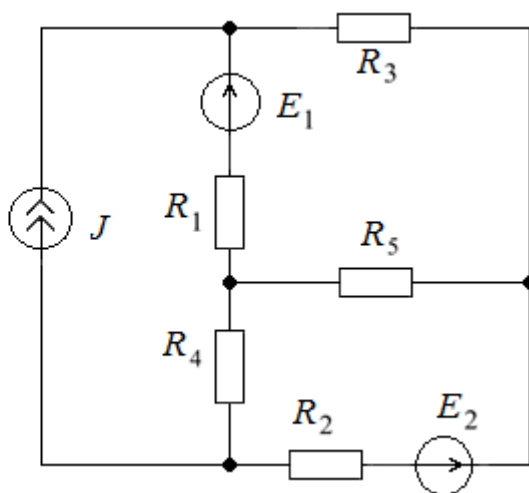

Рис. 129
62. Методом эквивалентного генератора определить ток в резисторе R_5 электрической цепи (рис. 129), если $J = 1$ А; $E_1 = 10$ В; $E_2 = 110$ В; $R_5 = 100$ Ом; $R_1 = R_2 = R_3 = R_4 = 20$ Ом.